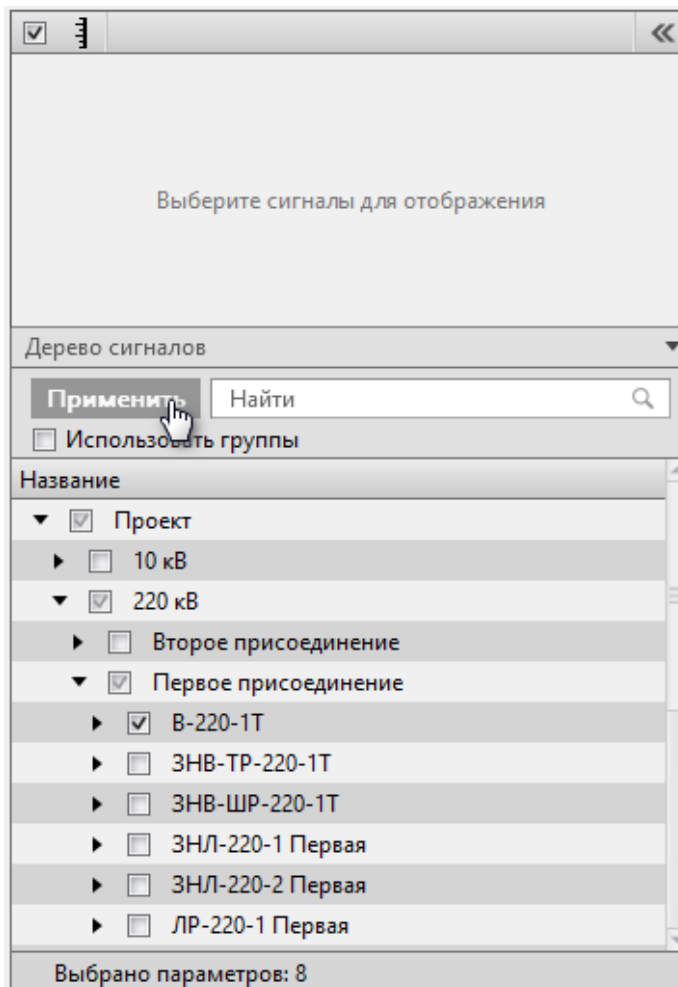

Рисунок 76 - Добавить сигналы
3. В дереве сигналов ниже выберите необходимое количество сигналов и нажмите **Применить** (Рисунок 76).